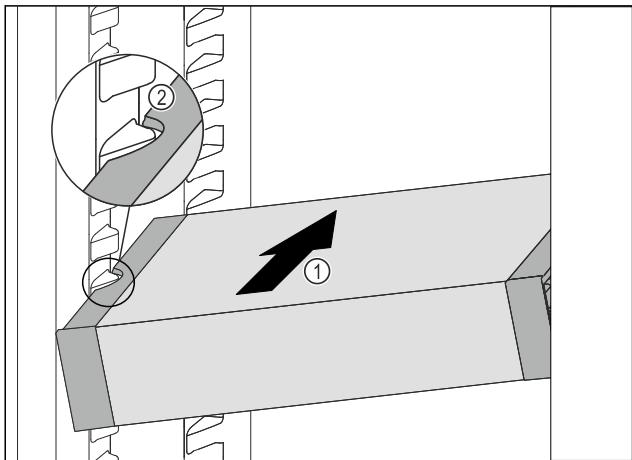

Fig. 84
- VarioSafe schräg in das Kühlteil einschieben Fig. 84 (1), bis sich die seitlichen Aussparungen Fig. 84 (2) des Vario-Safes auf Höhe der Behälterrippe im Kühlteil befinden.